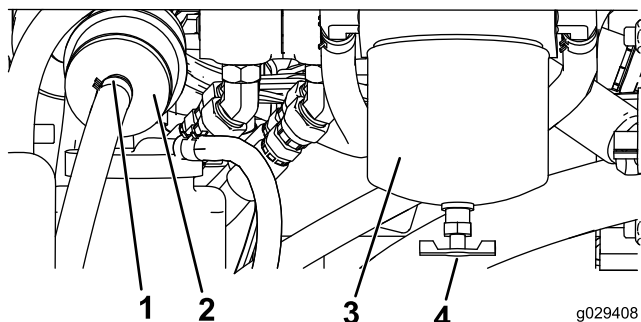

Figura 48
1. Individuate il filtro carburante sul lato posteriore del motore (Figura 48) e posizionate un recipiente pulito sotto di esso.
1. Individuate i filtri carburante sul lato destro del motore (Figura 48) e posizionate un recipiente pulito sotto di esso.
2. Pulite la superficie circostante la scatola del filtro (Figura 48).
3. Rimuovete la scatola del filtro e pulite la superficie di montaggio (Figura 48).
5. Installate a mano la scatola del filtro finché la guarnizione non tocca la superficie di appoggio, poi ruotatela per un altro 1/2 giro (Figura 48).
6. Individuate il filtro in linea dietro la scatola del filtro del carburante (Figura 48) e osservate la direzione della freccia del flusso sul lato del filtro in linea.
7. Aprite i fermi su ciascuna estremità del filtro in linea ed estraete i flessibili (Figura 48). Gettate via il filtro.
8. Fate scorrere i flessibili sull'estremità di un nuovo filtro (Figura 48), verificate che la freccia sul filtro sia posizionata nella stessa direzione di quella sul vecchio filtro.